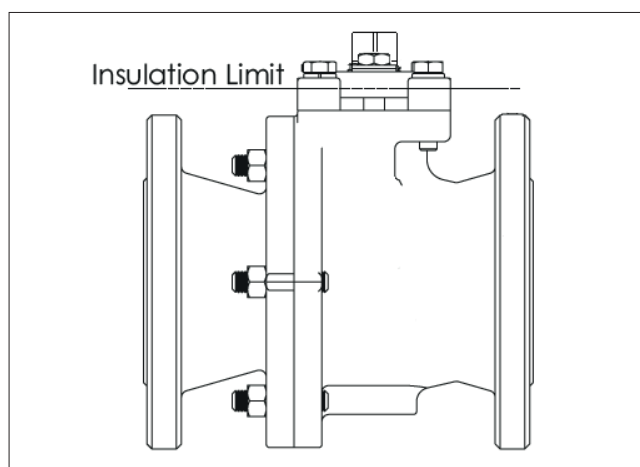

Figure 2. Isolation de la vanne
Les vannes à sphère Neles™ ne nécessitent pas d'isolation. Cependant, l'isolation ne doit pas dépasser le niveau supérieur de la vanne. Cf. **Figure 2**.
3. Avec une brosse, enlevez tout matériau étranger tel que la peinture, le frein-filet, la saleté et autre produit des boulons de corps (15) et des boulons de presse-étoupe (14). Inspectez les filetages pour détecter les dommages ou les défauts avec une bague étalon ou une jauge à bouchon appropriée. Réparez tous les filetages hors tolérance, ou procédez à un remplacement en nature.
4. Inspectez à nouveau tous les composants pour vérifier que les zones d'étanchéité, la tige (4), le corps (1) et le demi-corps (2) ne sont pas endommagés. Remplacez toutes les pièces endommagées.
5. Nettoyez avec soin et polissez la surface d'étanchéité de la sphère (3). Elle doit être exempte de rayures et de rainures.
7. Avec la cavité du corps tournée vers le haut, insérez un siège de vanne (5) dans le corps (1) jusqu'en dessous de l'alésage de la tige. Inclinez le siège en place et positionnez-le de manière à ce que la surface appropriée soit en contact avec la sphère.
8. Insérez la tige (4) dans le corps (1) et enfoncez-la doucement dans le corps.
9. Maintenez la tige (4) en place par le bas et insérez la garniture de presse-étoupe (7) sur la tige. Voir la **Figure 2** pour l'orientation correcte de la bague en V.